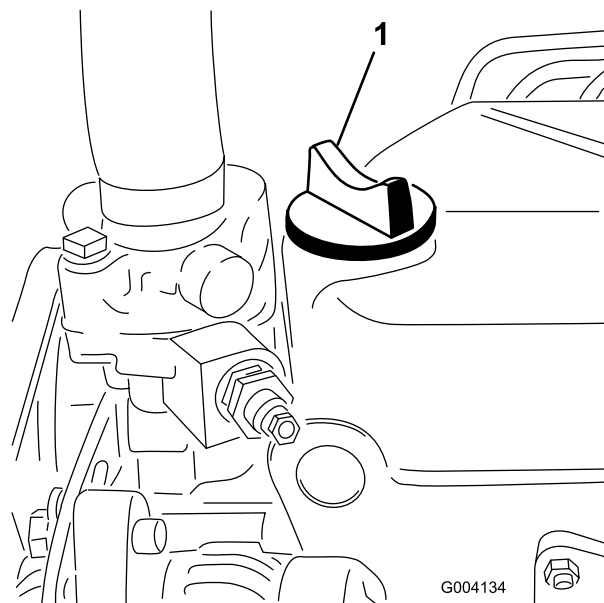

Figura 77
5. Se o nível de óleo se encontrar abaixo da marca Cheio da vareta, retire a tampa de enchimento (Figura 77) e adicione óleo até que o nível atinja a marca Cheio.